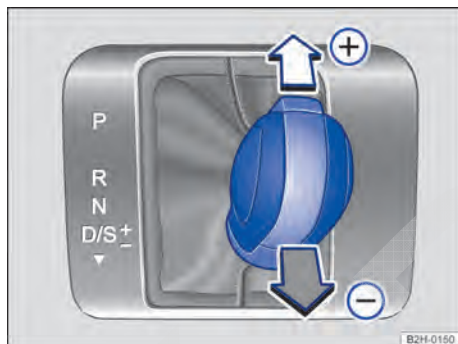

Fig. 103 Veículos com direção à esquerda: alavanca seletora na posição Tiptronic (em veículos com direção à direita é espelhado)
- Mover a alavanca seletora para frente (+) ou para trás (-) para aumentar ou diminuir a marcha ⇒ Fig. 103.